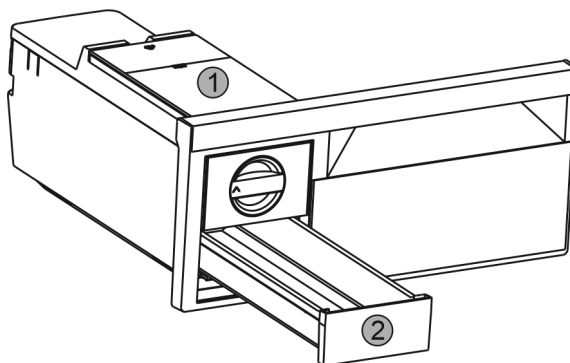

Fig. 45
- ▶ Odoberte nádržku na vodu Fig. 45 (1) a zásuvku na kocky ľadu Fig. 45 (2).